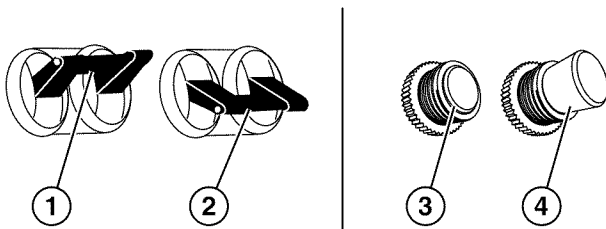

Figura 21 – Disyuntores
1. Compruebe que los disyuntores estén configurados adecuadamente (vea la Figura 21).